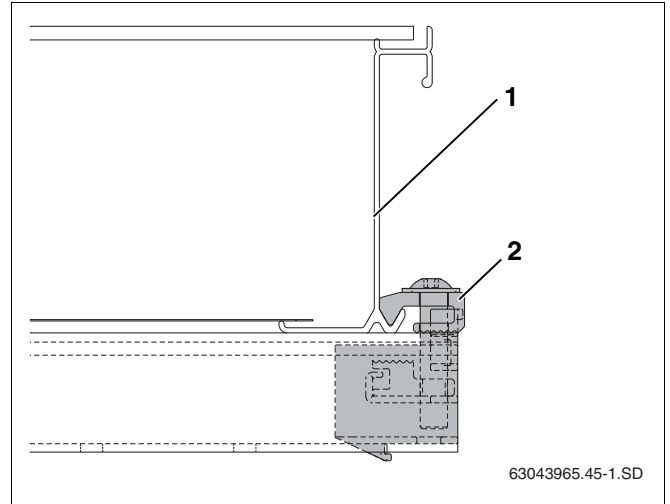

Fig. 47 Tensor de colector unilateral roscado
- ▶ Colocar cuidadosamente o colector (fig. 47, **item 1**) para o tensor de colector unilateral e alinhar na horizontal.
- ▶ Aparafusar o retentor de colector unilateral com a chave SW5 (fig. 47, **item 2**).
O grupo de fixação (fig. 47, **item 2**) do tensor do colector agarra agora o bordo inferior do colector.